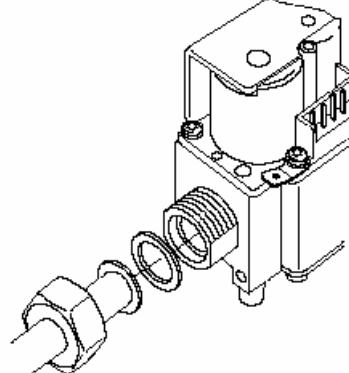

Рис. 4. Соединение с внешней резьбой с гайкой и торцевым уплотнительным кольцом
##### Е С гайкой 1/2" и торцевым уплотнительным кольцом для трубы 14 мм (смотрите рис. 4.)
##### Е С гайкой 1/2" и торцевым уплотнительным кольцом для трубы 15 мм (смотрите рис. 4.)
• С гайкой  $\frac{3}{4}$  " и торцевым уплотнительным кольцом для трубы 15 мм (смотрите рис. 4.)
С гайкой  $\frac{3}{4}$  " и торцевым уплотнительным кольцом для трубы 18 мм (смотрите рис. 4.)